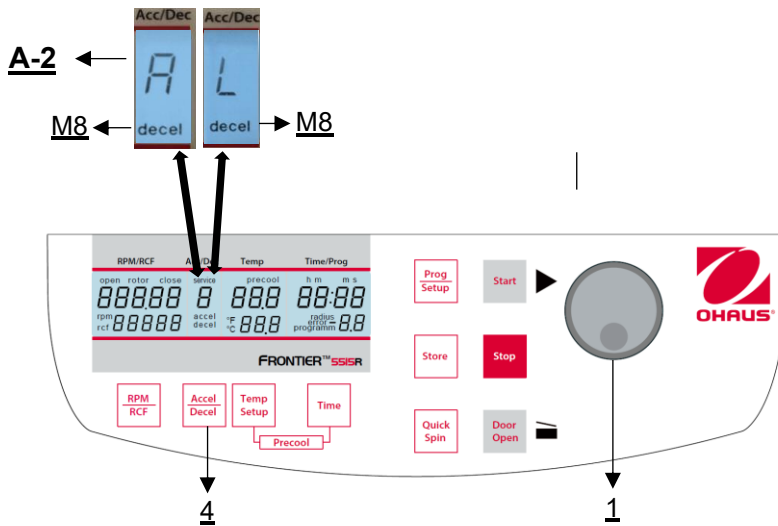

Abbildung 18
Wird die Taste **"Accel/Decel"** (4) dreimal gedrückt, blinkt das Wort **"decel"** (M8) im Anzeigefeld **"Acc/Dec"** (A-2). Nun kann mit dem Drehknopf (1) die gewünschte Bremskurve vorgewählt werden (siehe Abbildung 18). Der Kennbuchstabe "L" steht für eine lineare Bremskurve. Dies bedeutet, dass der Rotor während der gesamten Bremsphase gleichmäßig abgebremst wird. Die Bremskurve mit dem Kennbuchstaben "A" ermöglicht ein sanftes Abbremsen. Ihre Bremsgeschwindigkeit (RPM/s) wird dynamisch angepasst, was bedeutet, dass empfindliche Proben während der Bremsphase nur leicht verwirbelt werden. Dies führt zu einem besseren Trennungsergebnis.